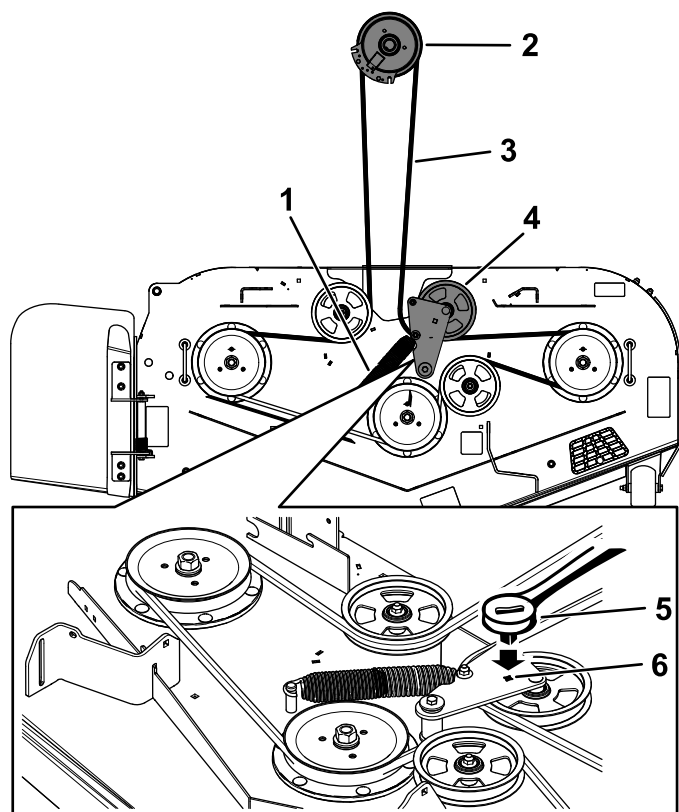

Figure 84
5. Insérez un rochet de $\frac{3}{8}$ pouce dans le trou carré du bras de la poulie de tension pour détendre le ressort de la poulie de tension (Figure 84).
7. Enlevez le guide-courroie situé sur le bras de la poulie de tension rappelé par ressort (Figure 84).
9. Acheminez la courroie neuve autour des poulies du tablier de coupe et de la poulie d'embrayage, sous le moteur (Figure 84).
10. Montez le guide-courroie sur le bras de la poulie tension (Figure 84).
11. Insérez le rochet de $\frac{3}{8}$ pouce dans le trou carré et installez le ressort de la poulie de tension (Figure 84).